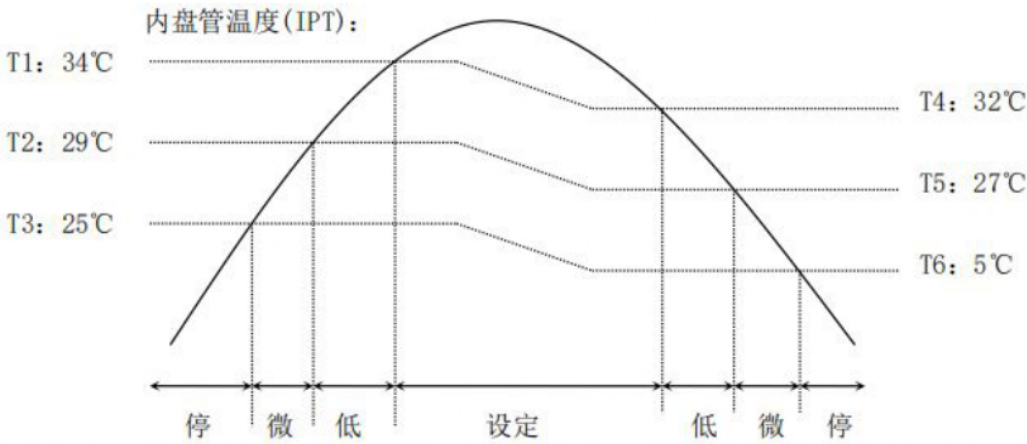

图 5 制热压机开启后前 4 分钟图
- 1) 进入制热模式，压缩机未开启状态下，内风机初始风速按温度上升时的温度点来判断，2min 内按图 5 运行，2min 后则强制停内风机；
- 2) 压机开启后 4 分钟内按图 5 执行，4 分钟后按表 1 执行；T1、T2、T3 等号向上取；T4、T5、T6 等号向下取。期间若 IPT 温度没有使风速达到设定风速，此时开启摆风则不摆风，待 IPT 温度达到条件风速到设定风速摆风开启。
- 3) 压机关闭后按图 5 吹余热后停内风机。